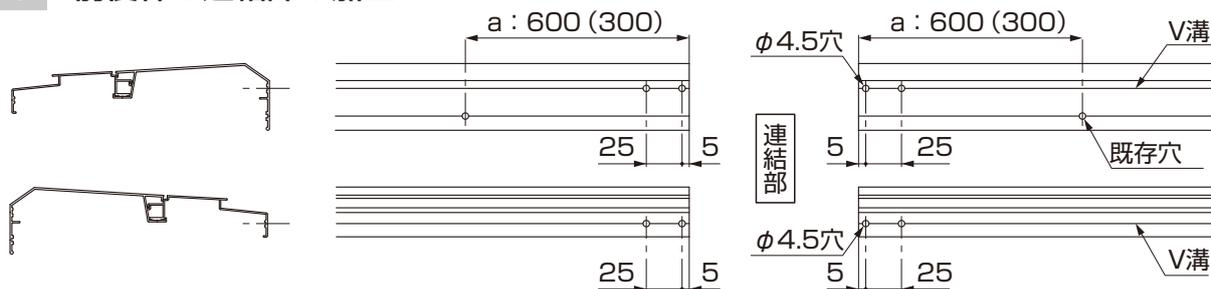
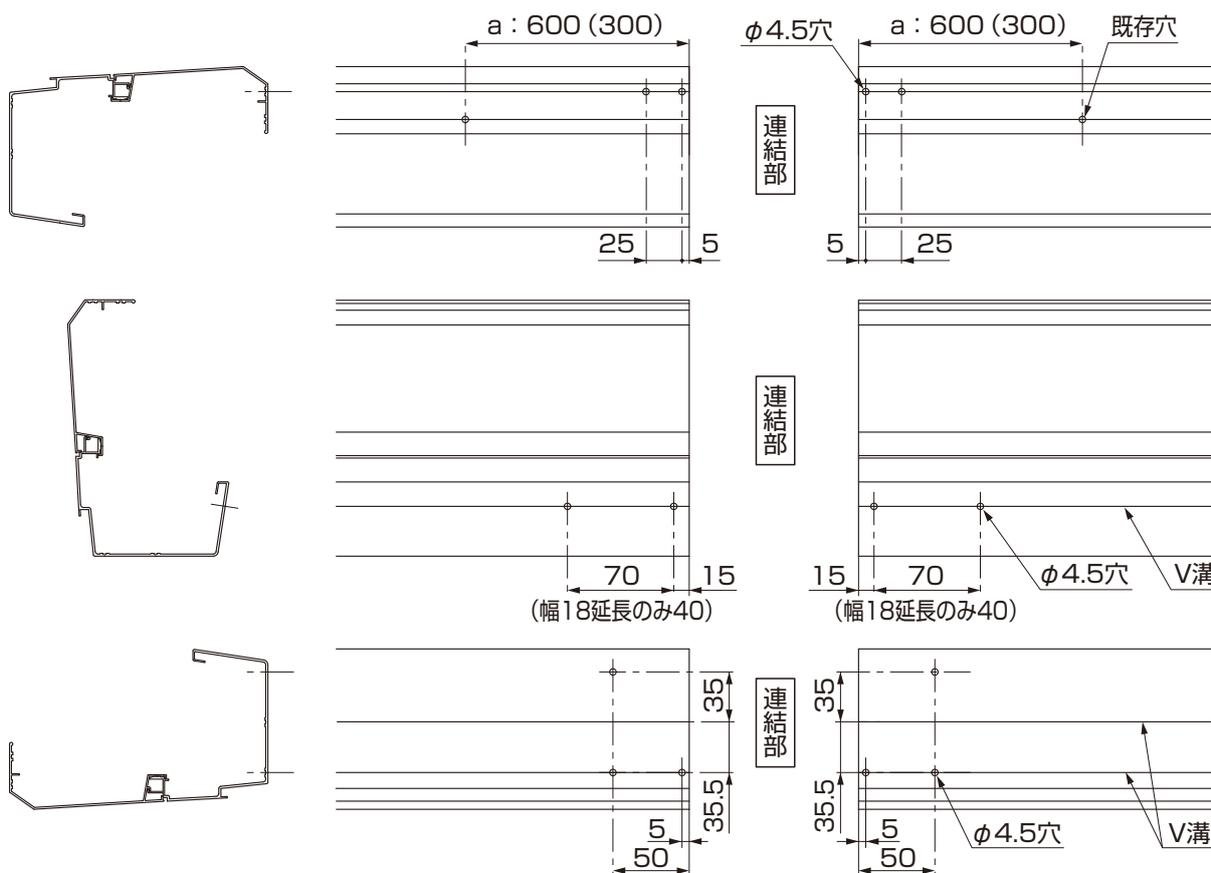

図5-1 前後枠（水上）の加工
図5-2 前後枠（水下）の加工
- ① 図5-1、図5-2を参照して、前後枠に穴加工をしてください。